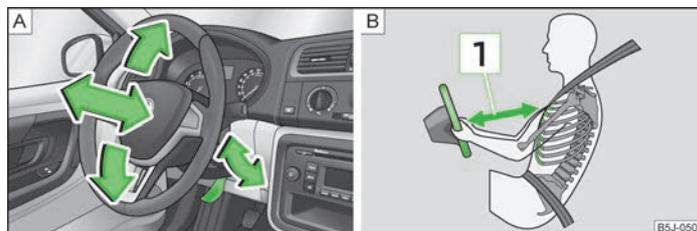

Abb. 78 Verstellbares Lenkrad: Hebel unter der Lenksäule / Sicherer Abstand zum Lenkrad
- Einen Abstand zum Lenkrad von mindestens 25 cm **1** einhalten » **Abb. 78** auf Seite 79 - **6**. Wenn Sie den Mindestabstand nicht einhalten, kann Sie das Airbag-System nicht schützen - Lebensgefahr!
- Den Hebel unter dem Lenkrad nach unten schwenken » Abb. 78 - A.